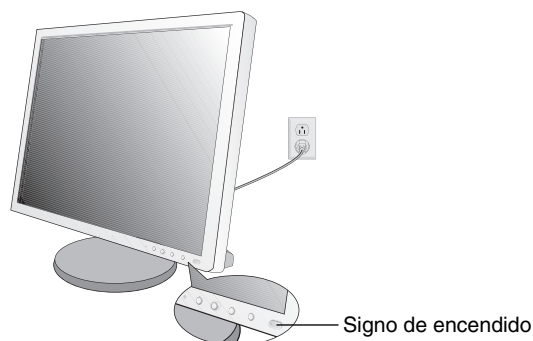

Figura C.1
7. Encienda el ordenador y después el monitor pulsando la tecla de encendido situada en la parte frontal (**figura C.1**).